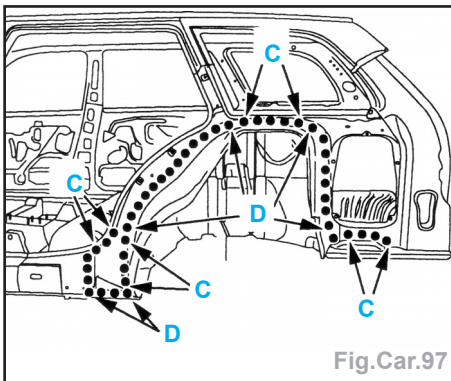

Fig.Car.97
- Souder par points bouchons au MIG suivant C, meuler les points bouchons (Fig. Car.97).